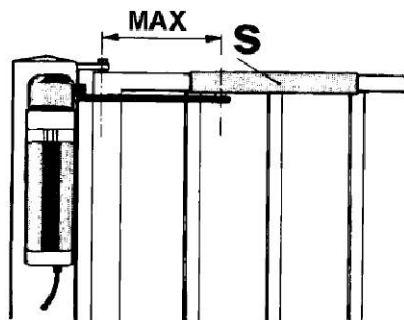

рис. 18
- В моторедукторах с тянущей ручкой модели E5S, скользящая часть "S" фиксируется вниз головой (рис. 18); она должна быть расположена на максимальном расстоянии от рамы (столба), позволяемом ручкой "L1".